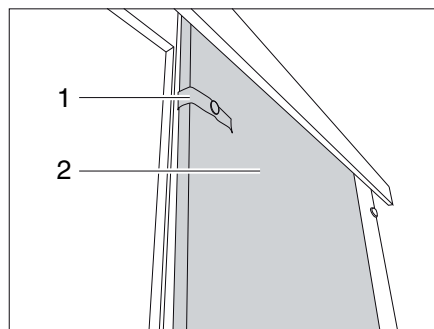

Fig. 77 Porta scorrevole
- Staccare il nastro di sicurezza (Fig. 77,1).
- Tirare la porta scorrevole (Fig. 77,2) in posizione chiusa.
- Portare la porta scorrevole (Fig. 77,2) in posizione aperta.
- Fissare la porta scorrevole con il nastro di sicurezza (Fig. 77,1).